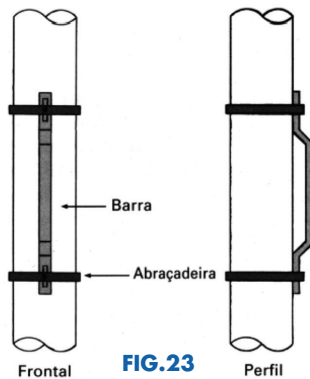

FIG.23
2. Usando fita de aço ou abraçadeira, prenda a barra ao poste. **(FIG.23)**